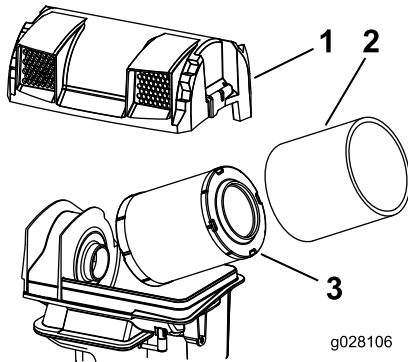

Figure 59
3. Sortez les éléments en mousse et en papier (Figure 59).
4. Sortez l'élément en mousse de l'élément en papier (Figure 59).
2. Posez les éléments filtrants sur la base du filtre à air (Figure 59).